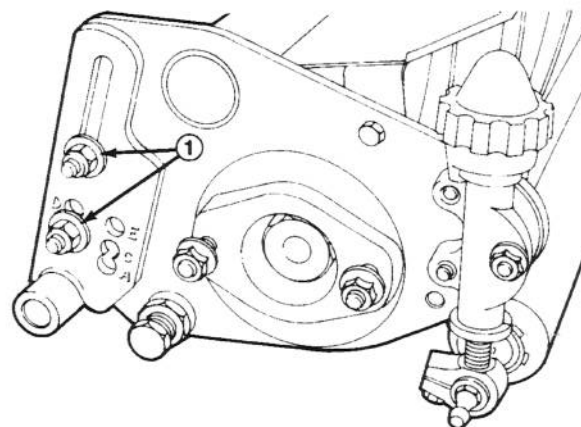

Figure 4
4. Après avoir procédé au positionnement dans le trou correct pour la hauteur de coupe, installez les rondelles plates et les écrous, et serrez fermement les vis SPC du support droit du rouleau arrière (Fig.4).